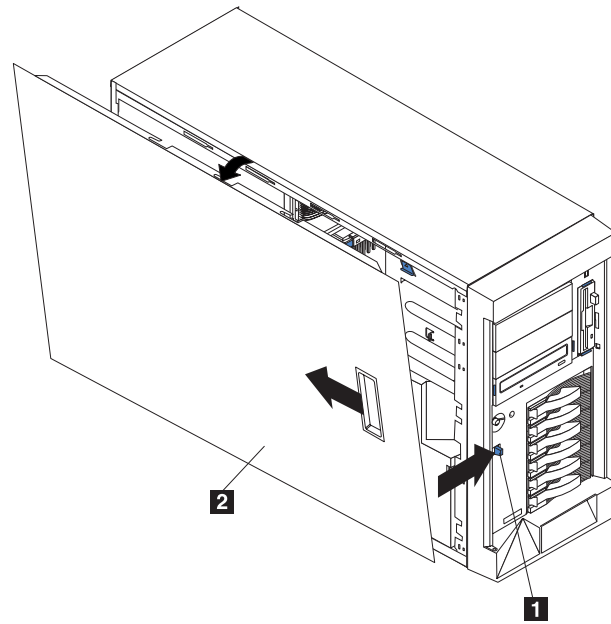

図 30. モデル 25T のカバーの取り外し
3. エンジン前面のプラスチックのカバー解放ラッチを、107 ページの図 30 に示された方法で押して、カバーを取り外します。